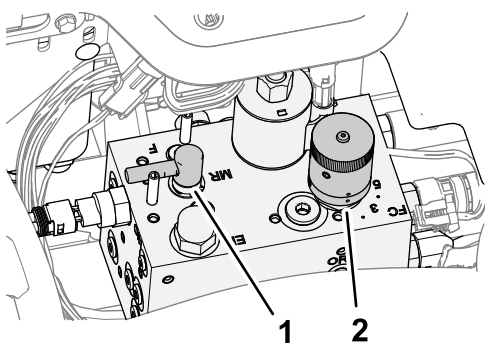

Figura 93
4. Spostate la leva di lappatura in posizione R (lappatura) (Figura 93).